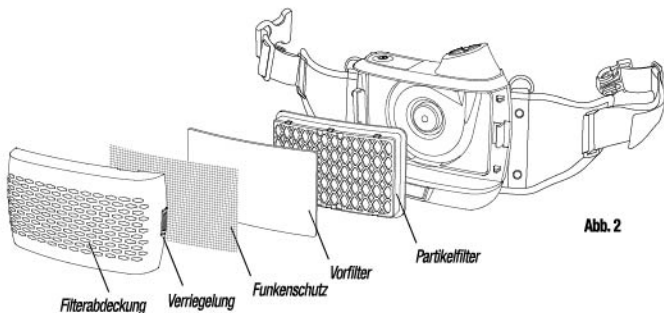

Abb. 2
- Installieren Sie den Partikelfilter gemäß Abb. 2.